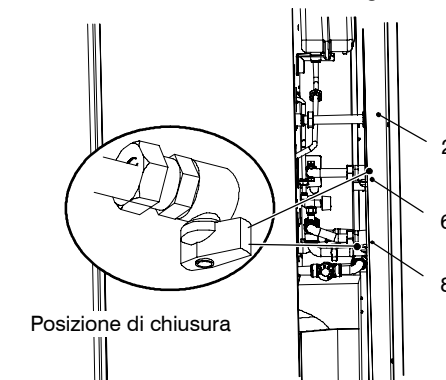

fig. 9.6
- 1 Chiudere il rubinetto entrata 8 in fig. 9.6